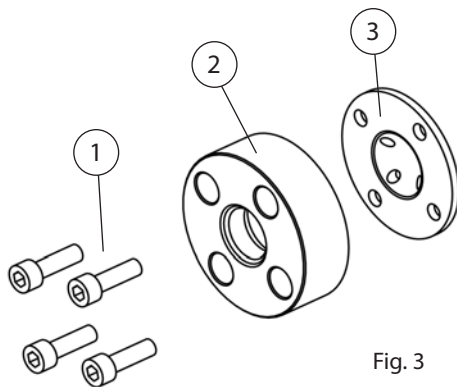

Fig. 3
6. Monter dreneringsventil ved hjelp av fire sylindrhodeskruer. Er dreneringsventilen av membran type er det viktig at gummipakningen sitter riktig i forhold til hullene, og at den står riktig vei (se fig. 3). Er dreneringsventilen mekanisk skal tiltrekingsmomentet være 24 Nm.
Dreneringsventilen består av en membran i gummi (fig. 3). Det er viktig å posisjonere denne slik at den tetter når vanntrykket blir stort nok, i tillegg til at den skal åpne igjen når ventilen stenges.